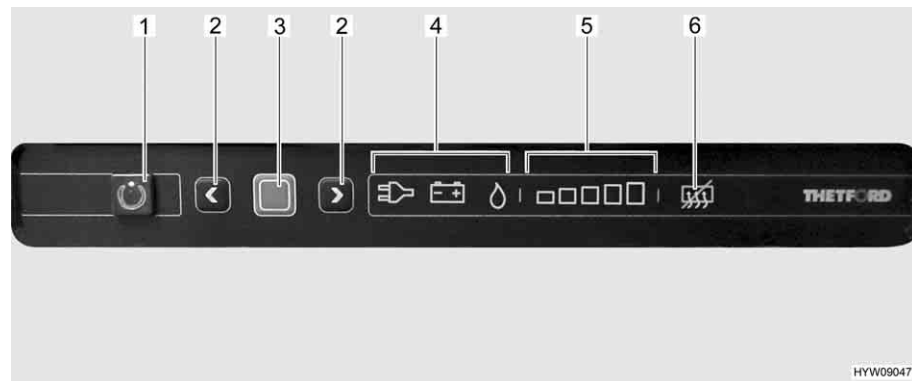

Fig. 103 Elementi di comando del frigorifero
La modalità di funzionamento attuale è indicata da un simbolo luminoso (Fig. 103,4) sulla centralina di controllo.
Dopo l'accensione il frigorifero seleziona automaticamente la regolazione del termostato selezionata per ultimo. Questa impostazione può essere modificata manualmente con i tasti freccia (Fig. 103,2). Le barre luminose dell'indicatore del livello di refrigerazione (Fig. 103,5) visualizzano la temperatura selezionata sul termostato. Con i tasti freccia viene regolata la temperatura di refrigerazione per tutti i tre tipi di energia. Ci vogliono alcune ore prima che il frigorifero raggiunga la temperatura normale di esercizio. Cambiando la modalità di funzionamento la regolazione del termostato non viene modificata. La temperatura di refrigerazione è indipendente dal tipo di energia utilizzata.
- Premere il tasto On/Off (Fig. 103,1) per 1 secondo. Il tasto (Fig. 103,1) si illumina di verde. Dopo circa 10 secondi, l'indicatore viene attenuato per risparmiare energia.
- Premere il tasto di conferma (Fig. 103,3). L'impostazione attuale della modalità di funzionamento viene visualizzata.
- Se non è impostata la modalità di funzionamento a gas: Per modificare l'impostazione, premere il tasto di conferma (Fig. 103,3) per circa 2 secondi.
- Selezionare la modalità di funzionamento a gas con i tasti freccia (Fig. 103,2). L'alimentazione del gas è ora aperta. L'accensione avviene automaticamente. È udibile un ticchettio fino a quando procedura di accensione non è stata portata a termine.
- Premere il tasto di conferma (Fig. 103,3) per circa 2 secondi.
- Premere nuovamente il tasto di conferma (Fig. 103,3). Il livello di refrigerazione attuale viene indicato dalle barre luminose (Fig. 103,5).
- Per modificare l'impostazione, premere i tasti freccia (Fig. 103,2) fino a visualizzare l'impostazione desiderata.
- Premere il tasto On/Off (Fig. 103,1) per circa 2 secondi. Tutte le spie si spengono. Il frigorifero è spento.
- Se non è impostata la modalità di funzionamento 230 V: Per modificare l'impostazione, premere il tasto di conferma (Fig. 103,3) per circa 2 secondi.
- Selezionare la modalità di funzionamento 230 V con i tasti freccia (Fig. 103,2).
- Se non è impostata la modalità di funzionamento 12 V: Per modificare l'impostazione, premere il tasto di conferma (Fig. 103,3) per circa 2 secondi.
- Selezionare la modalità di funzionamento 12 V con i tasti freccia (Fig. 103,2).
Spegnimento: ■ Premere contemporaneamente entrambi i tasti freccia (Fig. 103,2) e tenerli premuti per 2 secondi. Il simbolo di disattivazione della funzione anti-condensa (Fig. 103,6) si illumina.
Accensione: ■ Premere di nuovo contemporaneamente entrambi i tasti freccia (Fig. 103,2) e tenerli premuti per 2 secondi. Il simbolo di disattivazione della funzione anti-condensa (Fig. 103,6) si spegne.